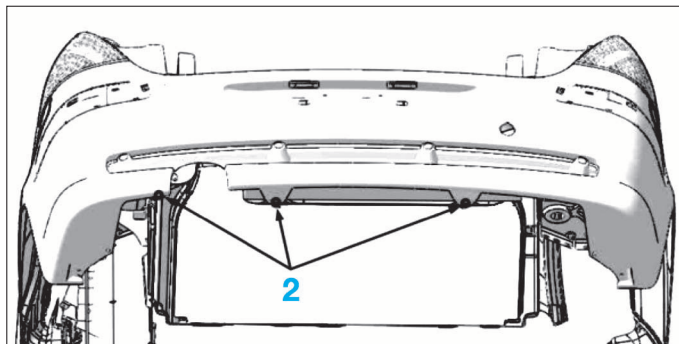

FIG. 116
- les vis de fixation inférieures (2) du bouclier (Fig.116)